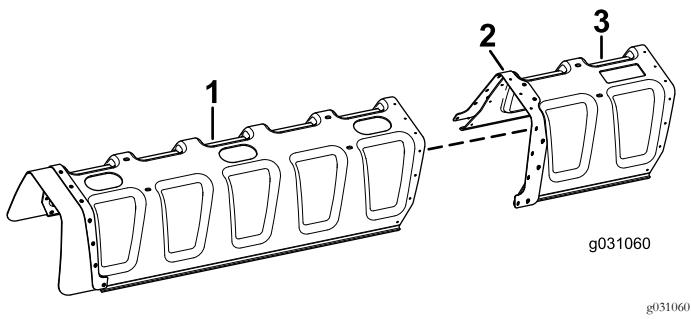

Figura 5
- Allineate i fori nella copertura della barra da 11 ugelli con i fori della piastra di rinforzo collegata alla copertura della barra da 12 ugelli (Figura 5).